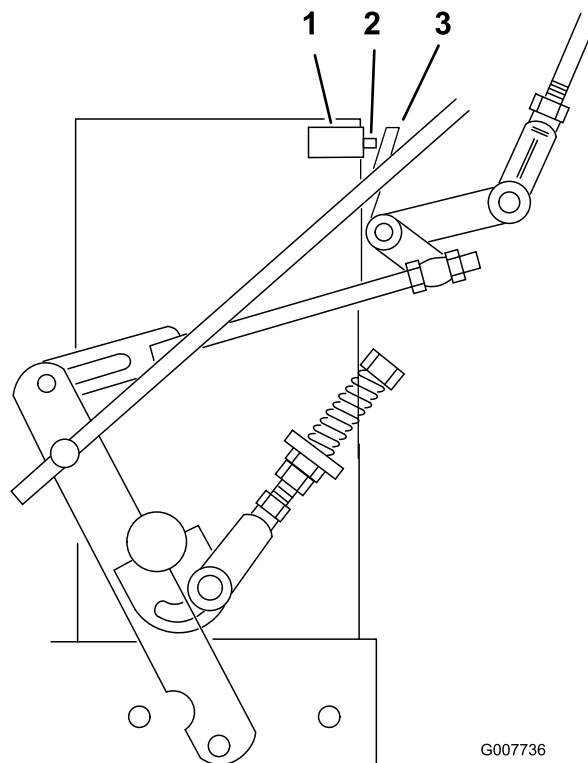

Figure 31
7. Le contacteur de sécurité doit être enfoncé et un espace de 8 mm doit exister entre la languette d'actionnement et le contacteur (Figure 31).
8. Au besoin, ajustez la position du contacteur pour obtenir un espace de 8 mm (Figure 31).